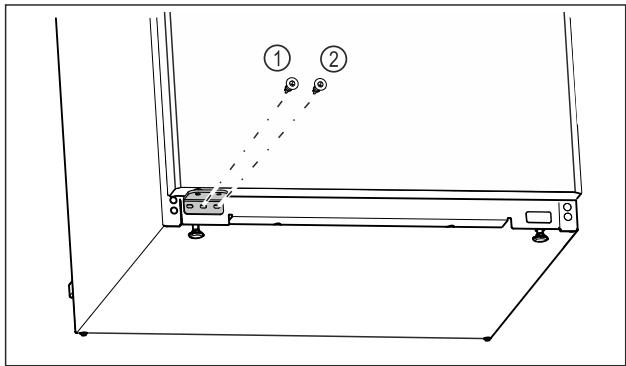

Fig. 21
- Затягніть середній гвинт опорного кронштейна Fig. 21 (1) за допомогою викрутки Torx 20.
- Затягніть внутрішній гвинт опорного кронштейна Fig. 21 (2) за допомогою викрутки Torx 20.